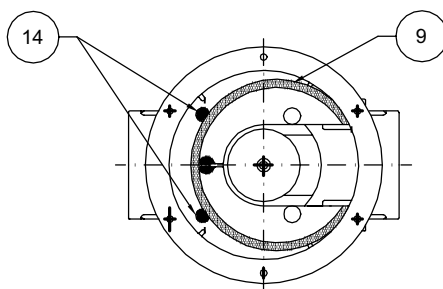

Рис. 20
- Для контроля или замены мембран необходимо снять воронку (3), отвинтив крепежные винты, затем снять первую мембрану (4), отвинтив центральную гайку (12), которая крепит мембрану (10) (между двумя дисками) к стержню затвора (8). Для того, чтобы все вновь собрать, выполнить все операции в обратном порядке, осторожно затягивая гайку (12) с тем, чтобы не прокрутить мембраны (свободной рукой придерживать диск (11), расположенный сверху мембраны (10)).
- Для проверки затвора (6), снять нижнюю крышку фильтра (7), открутив крепежные винты, и проверить сам затвор (6) на наличие несоответствий, при необходимости заменить резиновый уплотнительный орган (5), затем вновь собрать фильтр, выполняя операции, выполненные при демонтаже, в обратном порядке.
- Для того, чтобы проверить состояние фильтрующего органа (9), снять нижнюю крышку (7), отвинтив крепежные винты. Снять фильтрующий орган (9), почистить его мыльным раствором, продуть сжатым воздухом и, при необходимости, заменить. Вновь установить его в первоначальное положение, проверив, что он расположился между соответствующими направляющими (14) (Рис. 20).